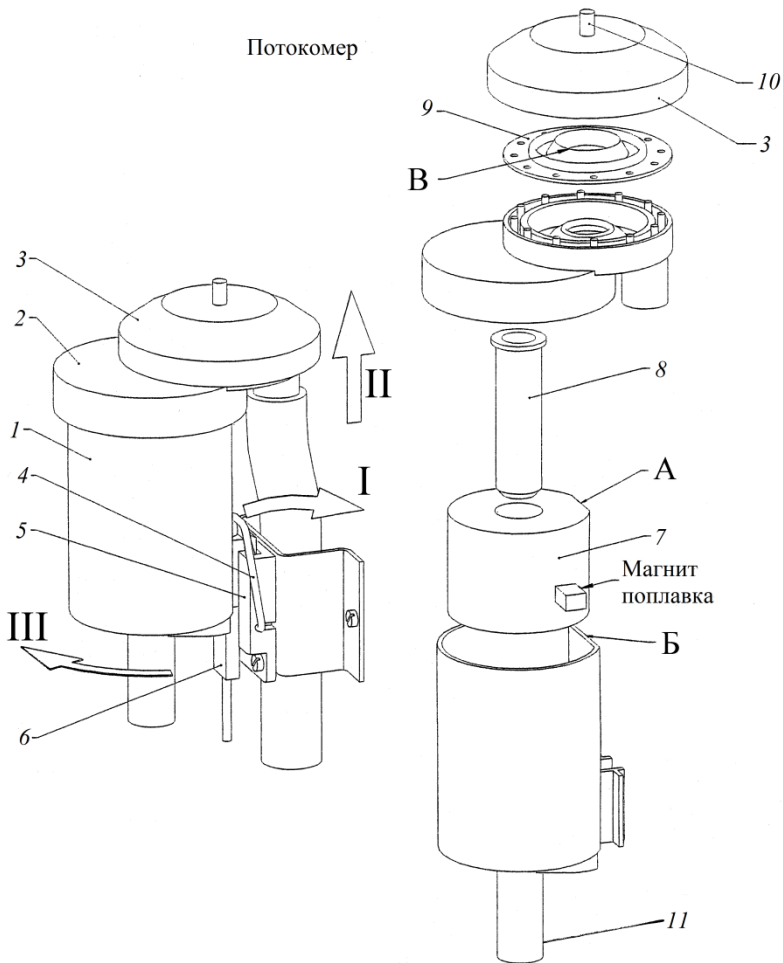

Рис. 4. Потокомер:
**Потокомер** (рис. 4) состоит из камеры 1, крышек 2, 3 и 10, скобы 4, держателя 5, датчика 6, поплавка 7, втулки 8, мембраны 9 и штуцера 11.
Клапан блока ОВ соединен шлангом с вакуумпроводом постоянно, а штуцер переменного вакуума его соединяется с верхним штуцером потокомера. При доении коров индуктивная катушка клапана ОВ находится под постоянным напряжением, якорь – в верхнем положении и вакуум из вакуумпровода подается по шлангу под верхнюю крышку потокомера, т. е. сверху его мембраны. Подсосовая камера каждого доильного стакана соединена с молокопроводом через счетчик молока и потокомер. Вакуум из молокопровода через патрубки П и Р приемной камеры счетчика молока (см. рис. 6) поступает в нижний патрубок камеры потокомера, а через его верхнюю крышку 3 – к подсосовым камерам доильных стаканов между нижней стороной мембраны 9 (см. рис. 4) и крышкой 2 камеры 1 потокомера.
При молокоотдаче менее 200 г/мин по команде блока управления модулем в соответствии с сигналом потокомера (в этот момент поплавков потокомера лежит на дне камеры) индуктивная катушка клапана ОВ обесточивается и его якорь занимает нижнее положение. Атмосферный воздух через отверстие сердечника клапана будет поступать в камеру переменного вакуума клапана и далее – в надмембранное пространство потокомера. Мембрана 9 при этом (см. рис. 4) прогнется вниз и разъединит канал подачи вакуума в подсосковые камеры доильных стаканов. Доильные стаканы будут свободно сползать с сосков, так как в подсосковые камеры будет поступать воздух через молоко-сборные камеры.
При подаче атмосферного воздуха в счетчик молока клапаном УЗМ для вытеснения оставшейся части его после доения каждой коровы воздух из мерной камеры счетчика по трубке Д после полного выдавливания молока из мерной камеры его по патрубку Р будет поступать в камеру I (см. рис. 4) потокомера и давить на его мембрану снизу. Вследствие этого мембрана займет среднее положение, а воздух будет проходить по шлангам в подсосковое пространство доильных стаканов, что способствует легкому снятию доильных стаканов с сосков вымени.
реть в его нижней части. Если черта горит в верхней части разряда и мигает, то потокомер неисправен, наиболее вероятная причина неисправности – заклинивание втулки 8 (см. рис. 4) в поплавке 7, доение в режиме «А» запрещается, так как доильный аппарат не будет снят автоматически. В этом случае необходимо провести обслуживание потокомера, чтобы исключить его неисправность.
1. Отвести скобу 4 (см. рис. 4), удерживающую потокомер в держателе 5, от камеры 1 вправо, т. е. к стойке крепления потокомера на рабочем месте.